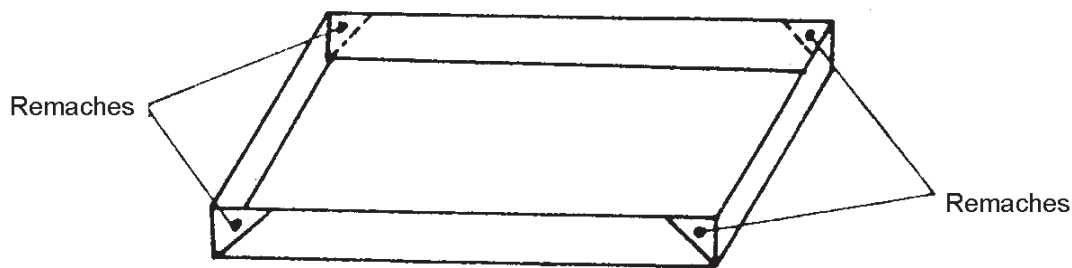

Figura 5
- Dobra las puntas y haz una perforación con una broca de 1/8, como lo muestra la figura 5.